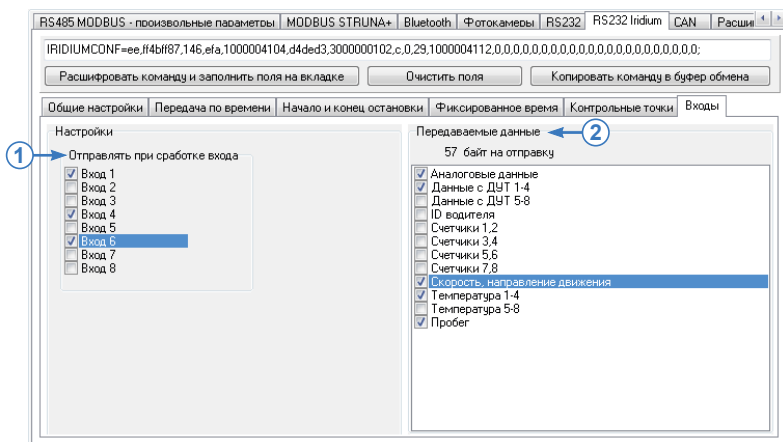

Рис.54. Вкладка «Входы» (RS232 Iridium).
Для того чтобы контроллер «АвтоГРАФ» передавал данные по спутниковой связи при срабатывании цифровых входов, необходимо перейти на вкладку «Входы» и настроить следующие параметры (Рис.54):
- все данные, полученные с шины CAN транспортного средства, к которой подключен проверяемый контроллер «АвтоГРАФ», будут выводиться в программе в ходе проверки (Рис.54, п.1). Также программа будет осуществлять индикацию параметров ТС по полученным данным (Рис.54, п.2). В зависимости от состояния считывания параметра, изменяется цвет и способ заливки круглого индикатора этого параметра: